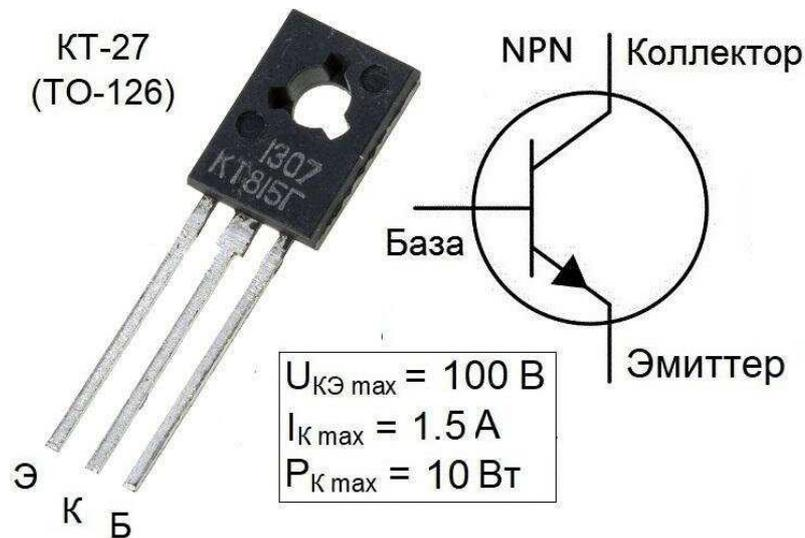

Рис.3. Цоколёвка транзистора КТ815
- Цоколёвка транзистора КТ815 по спецификации производителя представлена на рис. 3: